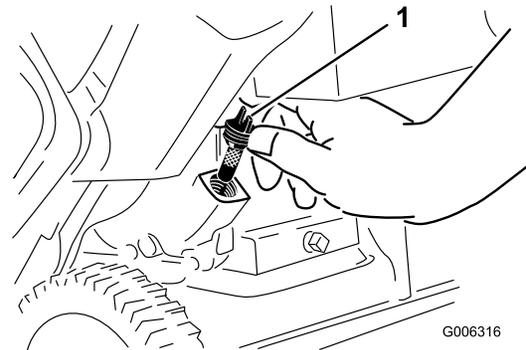

Figure 24
6. Nettoyez la surface autour du bouchon de remplissage d'huile (Figure 24).
7. Dévissez et retirez le bouchon de remplissage (Figure 24).